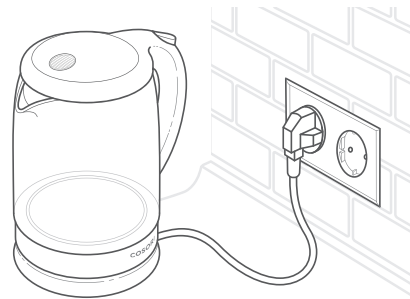

Figure 2.2
3. Fermez le couvercle et placez la bouilloire sur le socle, puis branchez l'appareil. [Figure 2.2]